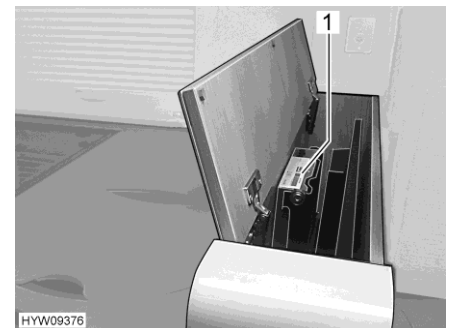

Bild 100 Platt bildskärm (nedsänkt)
- Manuellt nedsänkbar platt bildskärm: Tryck ned lyftmekanismen (Bild 100,1) lite lätt för att avlasta fjädern. Den platta bildskärmen flyttar sig uppåt av sig själv.